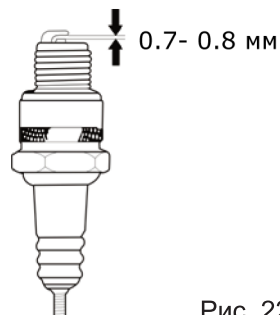

Рис. 22
5. Проверьте зазор между электродами свечи зажигания. Он должен составлять 0.7-0.8мм (рис. 22). При необходимости отрегулируйте зазор.